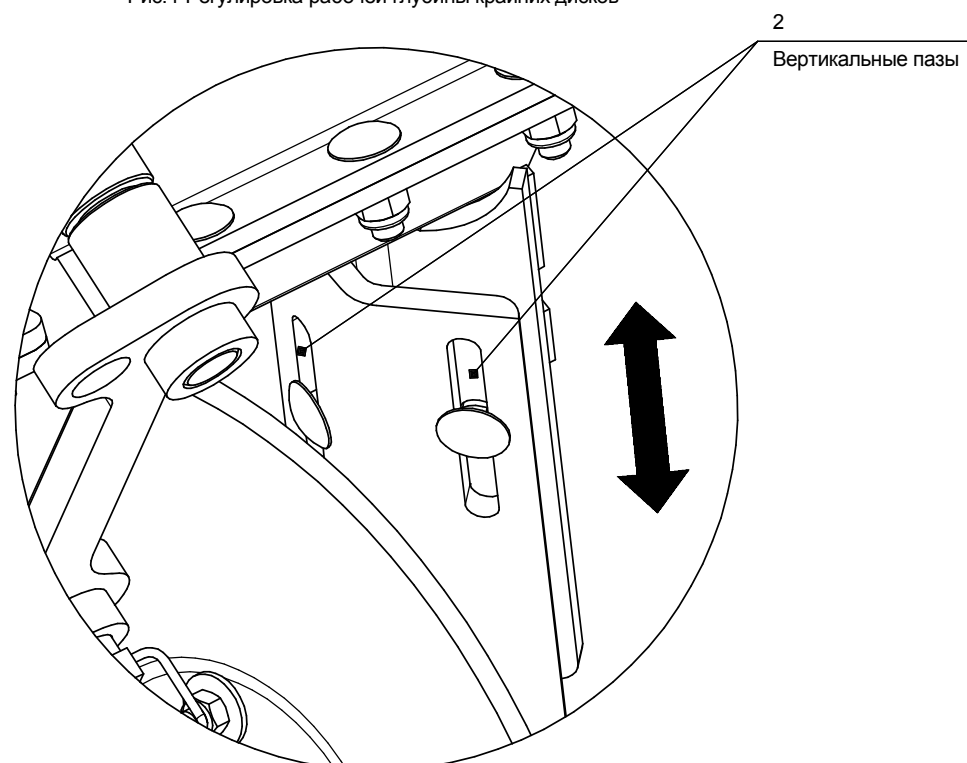

Рис.4.1-Регулировка рабочей глубины крайних дисков в вертикальных пазах
3. Отрегулируйте крайние диски в вертикальных пазах стойки (Рис.4.1 поз.2) так, чтобы при эксплуатации не образовывались валы.